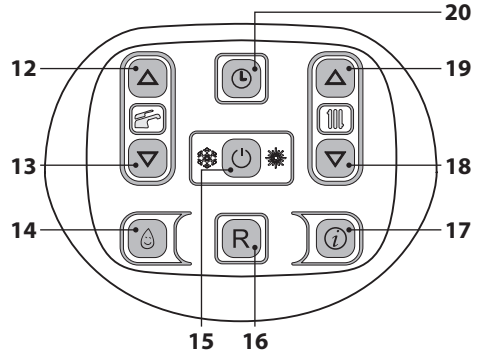
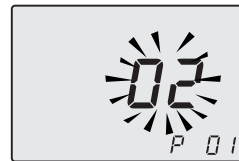

Figura 5.45
Figura 5.46
- Entrare in "modalità programmazione" premendo contemporaneamente per 10 secondi i tasti 15 - 18 - 19 (Figura 5.45) fino a far apparire sul display LCD le lettere **P01** e il valore del parametro, indicanti l'entrata nel "parametro 01" (Figura 5.46).
- Premendo il tasto 15 (Figura 5.45) si ottiene la conferma del valore inserito.
Comunque se la temperatura ambiente non dovesse essere confortevole si può aumentare o diminuire la temperatura di mandata dell'impianto riscaldamento di  $\pm 15^\circ\text{C}$  agendo sui tasti 18 (diminuzione) e 19 (aumento) (Figura 5.45).